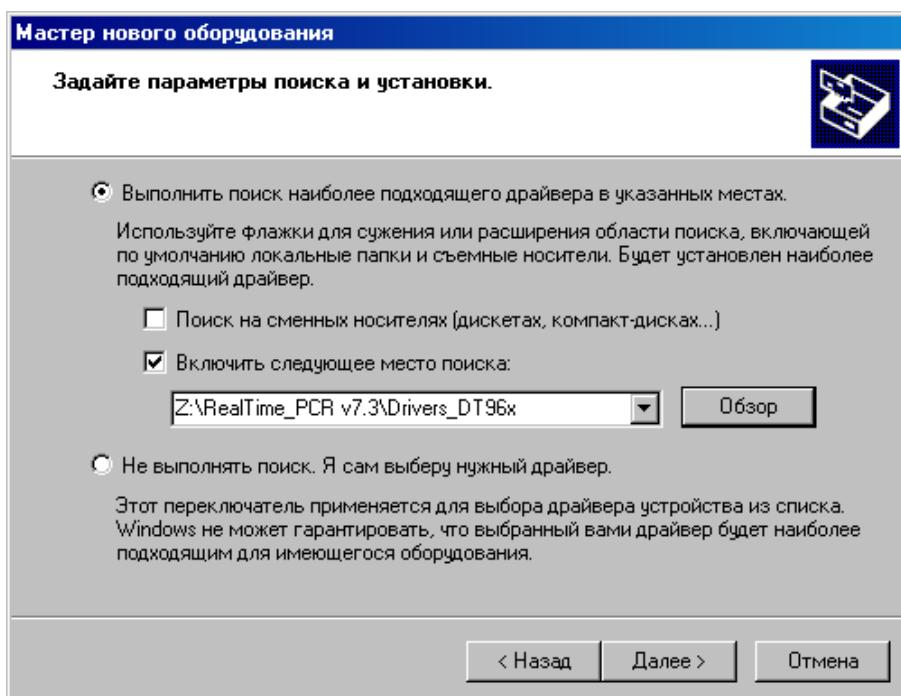

Рис.5 Поиск папки Drivers\_DT96x на компакт-диске
- В окне задания параметров поиска и установки (Рис.5) укажите путь к папке с драйвером для чего поставьте галочку в окошке **Включить следующее место поиска** и нажмите кнопку **Обзор**.
- Убедившись, что путь к папке с драйвером в окне (Рис.5) указан правильно, нажмите кнопку **Далее >**.